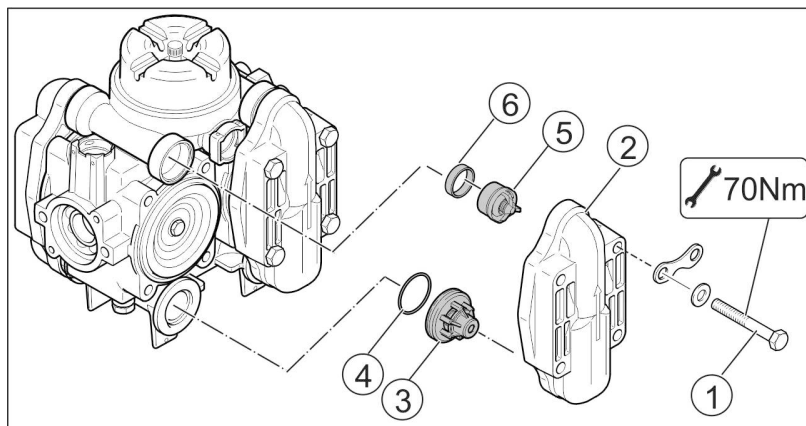

Fig. 198
2. Løsn skruerne (Fig. 198/1).
3. Tag ventildækslet (Fig. 198/2) af.
4. Kontrollér stempelmembranen (Fig. 198/4) og kileringen (Fig. 198/5).
1. Løsn skruen (Fig. 198/3), og tag stempelmembranen (Fig. 198/4) af stemplet sammen med holdeskiven.